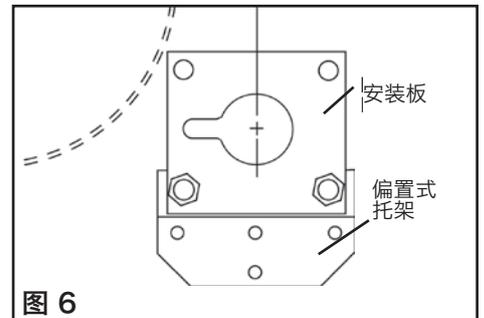

图 6
10. 安装安装板。在一侧将安装板滑到固定杆上, 使键槽水平并朝向滚筒, 用螺栓将其固定到偏置式托架上并定位于槽中间位置, 然后拧紧 (图 6)。在对侧重复这个过程, 但不要拧紧。